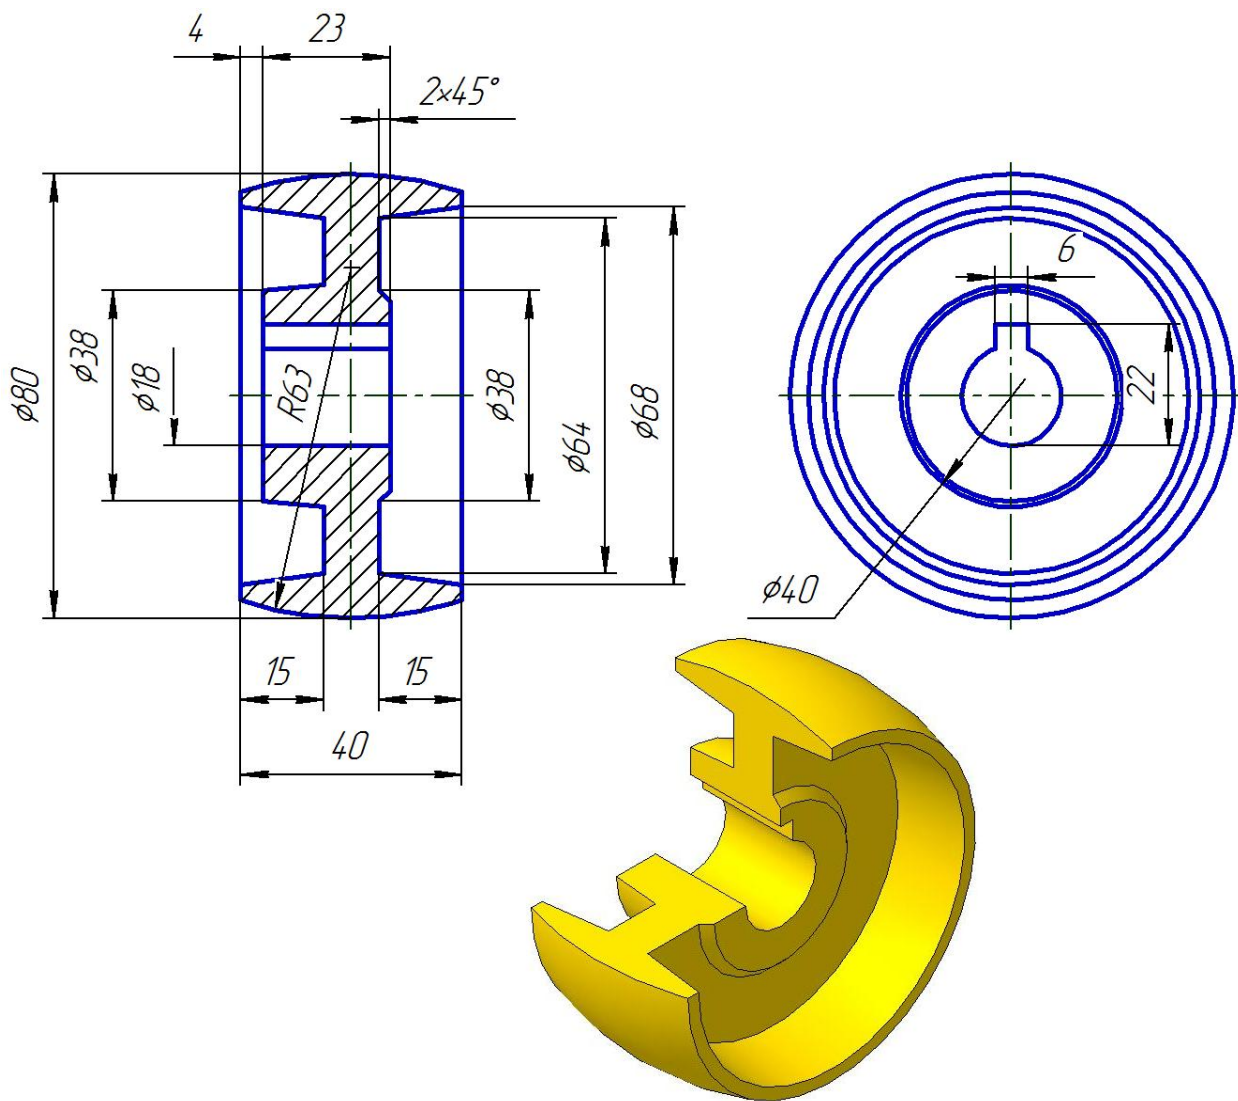

Рис. 4.22. Чертеж и модель детали «Шкив»21
**Задание:** Создать трехмерные модели деталей (рис. 4.22, 4.25) с помощью операции «Вращение» и «Вырезать вращением».
- ✓ Создать трехмерную модель детали «Шкив» (рис. 4.22), руководствуясь рисунками 4.23, 4.24 и описаниями к ним.
- Постройте контур с помощью команд *Инструментальной панели Геометрия*  (см. размеры на рис. 4.22).